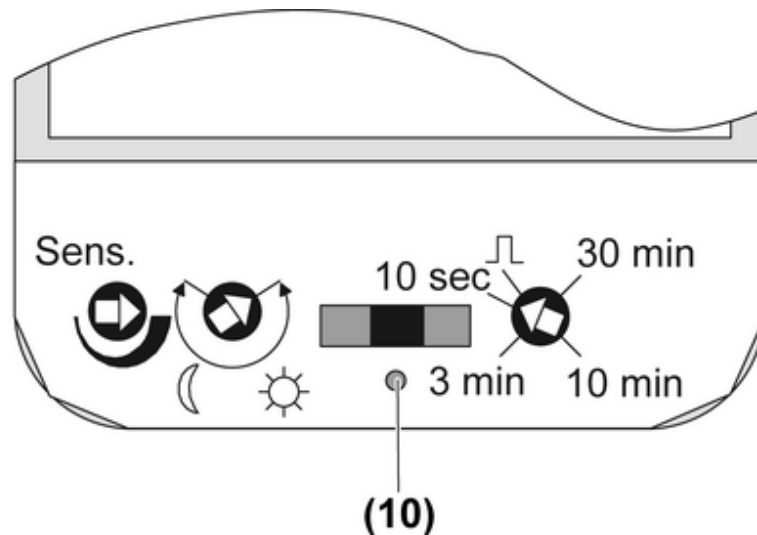

Figura 5: Vite di arresto
- Rimuovere l'interruttore a scorrimento (4).
- Estrarre la vite di arresto (10) (figura 5) e conservarla sul lato posteriore dell'interruttore a scorrimento (9) (figura 4).